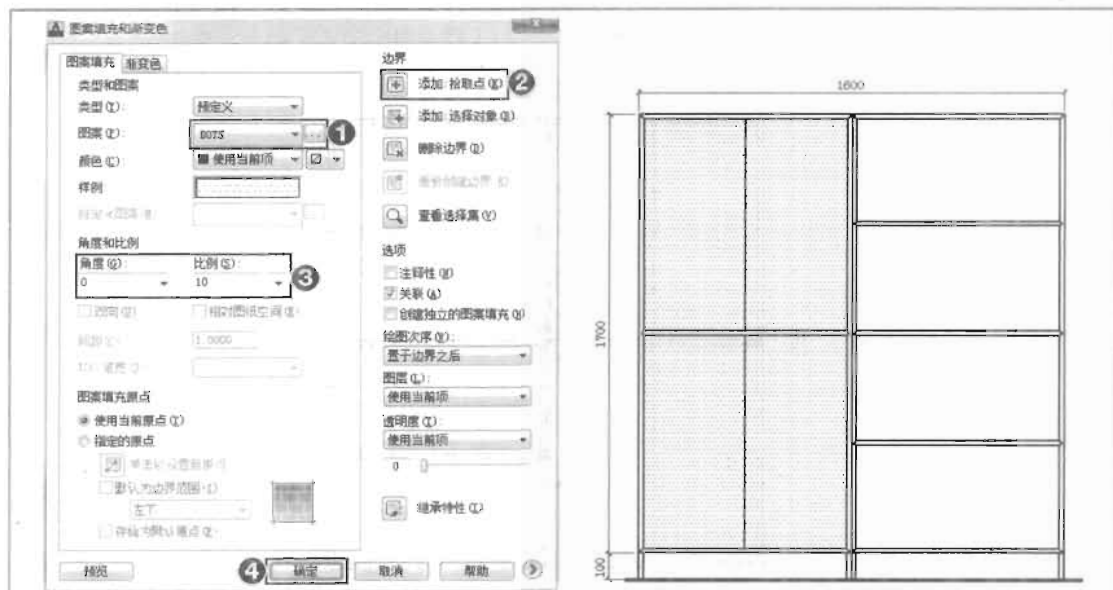

图 7-75
(8) 单击“绘图”工具栏中的“图案填充”按钮，选择 DOTS 图案，设置比例为 10，填充左侧的柜门，如图 7-75 所示。